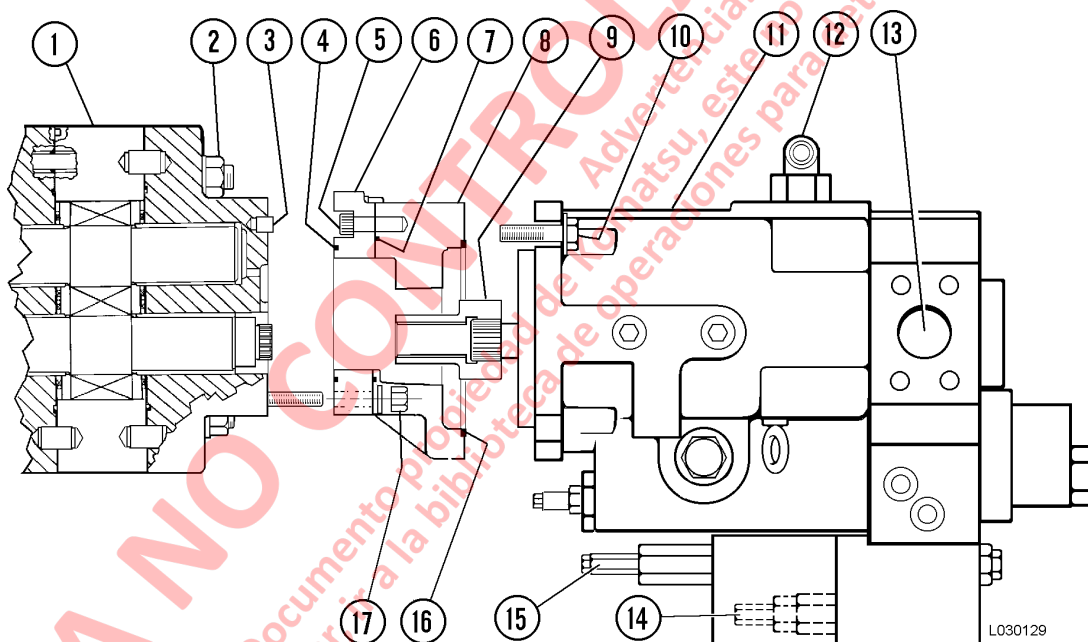
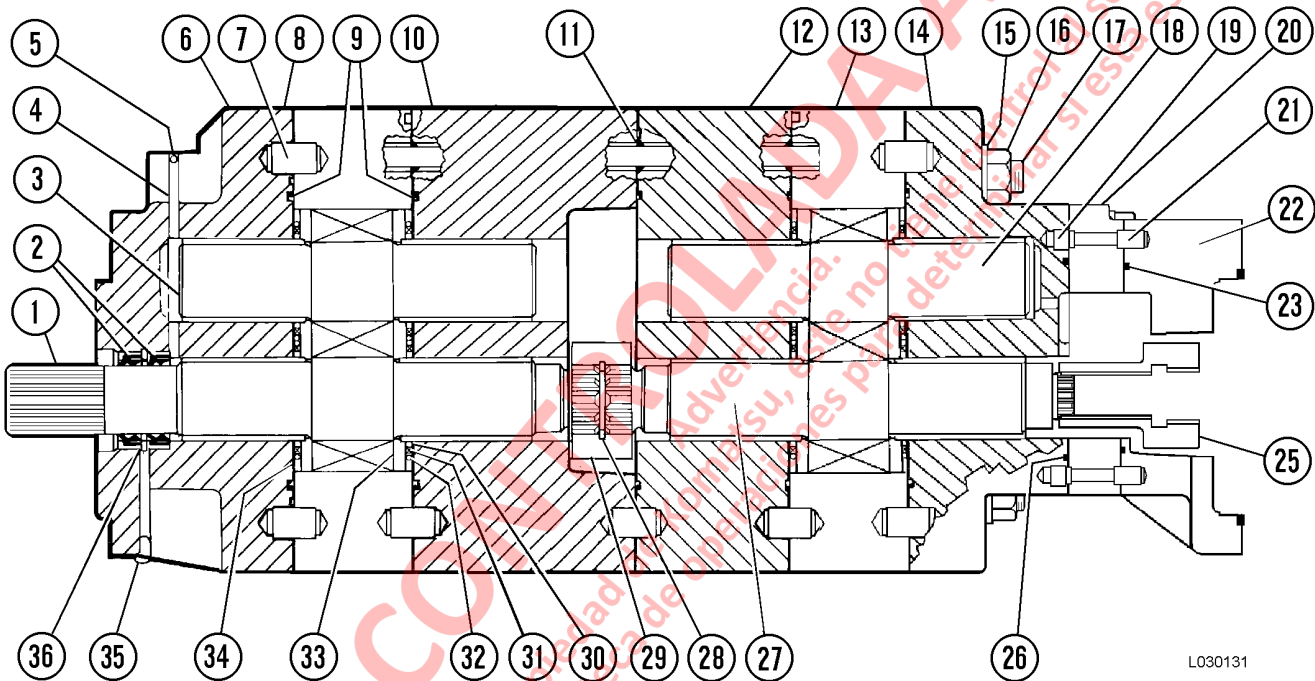

FIGURA 3-3. DESMONTAJE DE LA BOMBA DE DIRECCIÓN Y FRENOS
FIGURA 3-4. BOMBA DE LEVANTE
10. Retire cuatro tornillos de montaje (4) de la bomba de dirección y frenos. Deslice hacia adelante la bomba de levante para desenganchar las ranuras del acople de accionamiento (9, Figura 3-3) de la bomba de dirección.
1. Instale el O-ring (16, Figura 3-3) en la bomba de dirección (11). Instale el acople (9) en la bomba de levante.
1. Limpie minuciosamente la parte externa del conjunto de la bomba. Si la bomba de dirección está conectada, retire los tornillos (10, Figura 3-3) y saque la bomba de dirección de la placa de transición (8). Saque el O-ring (16).
2. Retire e inspeccione el acople (9). Retire y deseche el anillo de fijación interno, si está instalado. Retire las espigas (3) si están dañadas o si es necesario el reemplazo de la placa de conexión.
4. Retire las tuercas (17, Figura 3-3). Retire la placa de conexión (20, Figura 3-4) con la placa de transición (22) y el O-ring (26). Retire los tornillos que aseguran la placa de conexión a la placa de transición. Retire el O-ring (23). Retire las espigas (3) si están dañadas o si es necesario el reemplazo de la placa de transición.